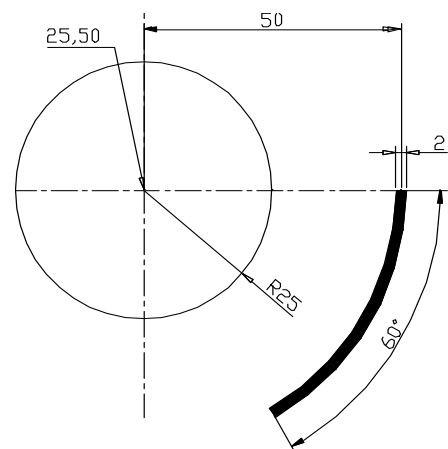

Рисунок 2.2 – Поясняющий рисунок для задания 11
- 11 Построить окружность и дугу с использованием разных типов линий (рисунок 2.2).